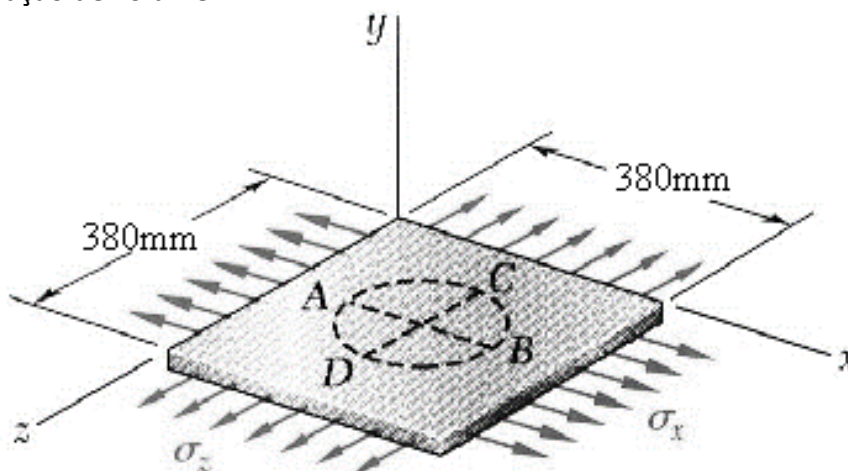

Figura 2.38
2.6.2 Um círculo de diâmetro $d=230\text{mm}$ da Figura 2.38 é desenhado numa placa, sem tensões, de espessura $t=20\text{mm}$. Aplicam-se então forças que atuam no plano da placa, causando tensões normais. Dados: $\sigma_x=84\text{MPa}$, $\sigma_z=140\text{MPa}$, $\nu=0,3$ e $E=70\text{GPa}$.